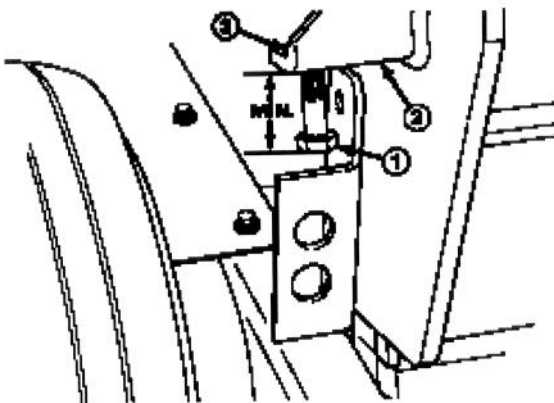

Figure 8
- Desserrer le contre-écrou au-dessus du support de réglage (Fig. 8).
- Visser la vis de réglage dans le support pour augmenter la profondeur d'aération, ou la dévisser pour réduire la profondeur d'aération (Fig.8).
- La profondeur d'aération maximum recommandée s'obtient quand l'écart entre l'extrémité de la tête de la vis et le support est de 17,5 mm (Fig. 8).